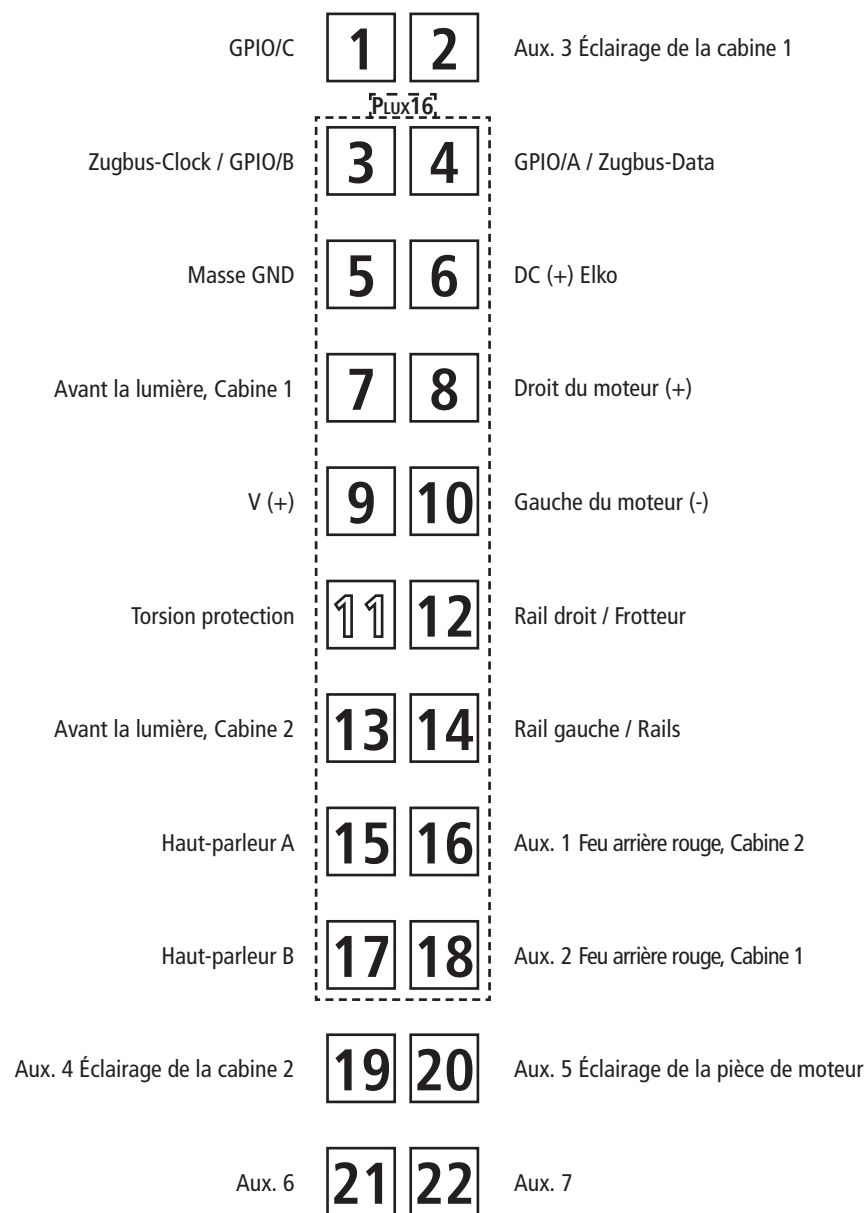
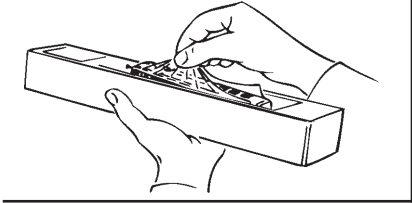
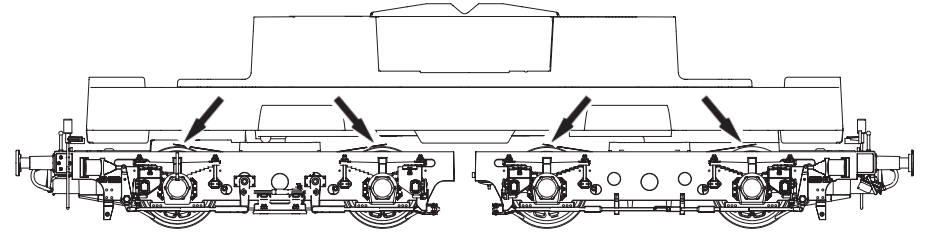

Fig. 6
Fig. 3
Fig. 5
2. Schmierung: Versehen Sie die im Schmierplan in Fig. 7 gekennzeichneten Stellen mit nur **kleinen Öltropfen**. Dazu zuerst das Lokgehäuse abnehmen (Fig. 3). Wir empfehlen den **ROCO Öler Art.-Nr. 10906**. Fürs Schmieren der Getriebeteile (Zahnräder, Schnecke) empfehlen wir das **ROCO-Spezialfett Art.-Nr. 10905**. Im Falle der Schmierung diese Teile **nicht ölen**.
Mehrzugbetrieb: Zuerst Lokgehäuse abnehmen (Fig. 3). Danach den Brückenstecker aus der Schnittstelle entfernen (diesen sorgsam aufbewahren). Danach den Stecker des Decoders lagegerecht einsetzen (Fig. 5).
4. Kohlebürstenwechsel: Lokgehäuse abnehmen (Fig. 3). Danach wird der Motor ausgebaut und die Kohlebürsten ausgewechselt (Fig. 6).
Running in digital mode: Remove the jumper from the interface. Finally put the plug of the decoder into the interface as shown in fig. 5.
2. Lubrication: Apply **tiny oil drops** to spots marked in fig. 7. Prior to lubrication dismantle locomotive (fig. 3). We recommend using item no. **10906, Roco oiler**. For lubrication the gearparts (e.g. cogwheels, worm) we would recommend our Roco **special grease** (item no. **10905**).
4. Carbon Brush Changing: First remove loco body (fig. 3), and then the motor (fig. 6).
1. Nettoyage des lames de courant aux roues: Les lames de contacts risquent de s'encrasser rapidement sur des voies poussiéreuses. Veuillez **enlever la poussière** aux endroits marqués à la fig. 6 à l'aide d'un petit pinceau souple.
2. Graissage: N'appliquez **qu'une toute petite goutte** aux endroits indiqués par le plan de graissage (fig. 7) après avoir démonté la caisse de la locomotive (fig. 3). Nous vous recommandons **le graisseur à huile Roco réf. 10906**. Pour graisser les engrenages (roues dentées, vis sans fin) nous vous conseillons la **graisse spéciale Roco réf. 10905** pour engrenages en matières synthétiques. Lorsque vous utilisez cette graisse il faut éviter d'huiler ces composants.
Exploitation en télécommande multi-trains: Enlevez la fiche de shuntage de l'interface (à conserver!) et enfichez finalement la fiche de décodeur aux prises de l'interface. Veillez à la position correcte de la fiche (fig. 5).
4. Remplacement des balais du moteur: Démontez la caisse (fig. 3). Démontez ensuite le moteur et échangez le balais (fig. 6).